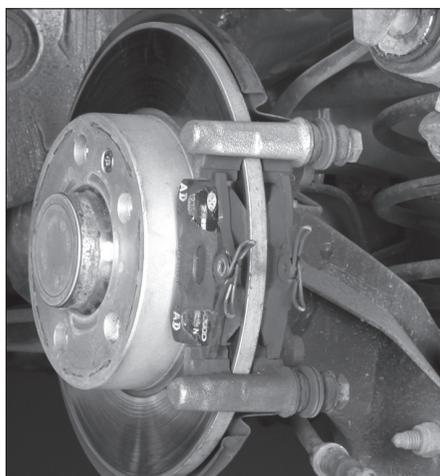

FIG. 12
- Déposer les plaquettes de frein (Fig.12).